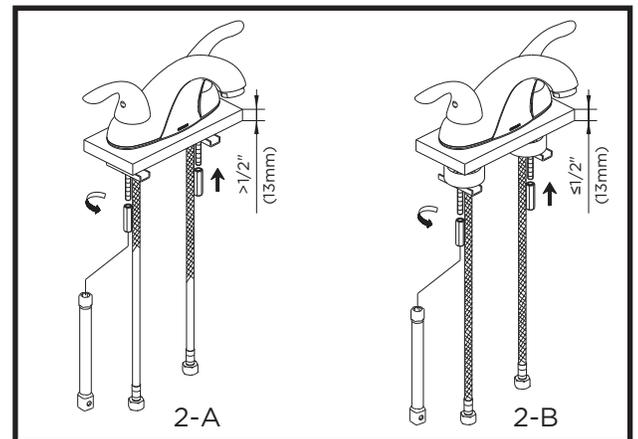

Figure 2
**Note:** If the deck thickness (including tile) is less than 1/2" (13mm), attach the spacer first, then attach channel washer and tighten nuts (figure 2-B).
**Remarque :** Si l'épaisseur du comptoir (avec les carreaux) est inférieure à 1/2" (13 mm), installer l'espaceur avant de fixer le manchon et de serrer les écrous (figure 2-B).